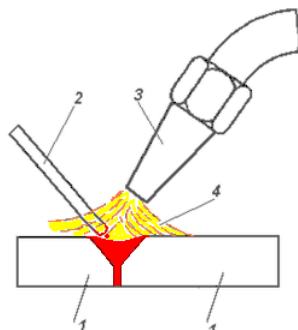

Рис. 4.5. Схема газовой сварки: 1 – основной материал; 2 – присадочный материал; 3 – сварочная горелка; 4 – газовое пламя
**Схема газовой сварки** показана на рис. 4.5. На схеме видно, что основной материал 1 и присадочный материал 2 расплавляют высокотемпературным газовым пламенем 4.